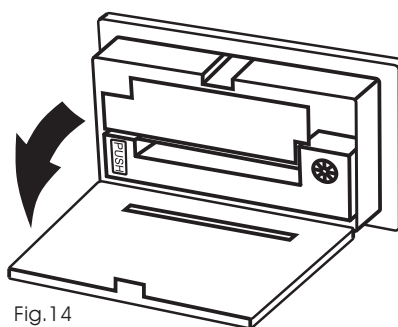

Fig.14
- b► A impressora se ejetará parcialmente para fora, em seguida, puxe a tampa frontal, destravando-a no ponto indicado na figura 13. A tampa poderá então ser aberta (Fig. 14). Não utilize demasiada força, pois isso pode danificar a impressora.